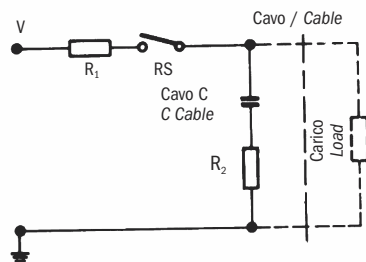

Fig. 4
2) Carichi capacitivi e lampade Al contrario di quanto avviene con i carichi induttivi, con i carichi capacitivi e con lampade si hanno elevate scariche di corrente che possono provocare guasti immediati, e persino la saldatura dei contatti. Quando si commutano dei condensatori caricati o dei condensatori di linea, si ha un'immediata scarica la cui intensità dipende dalla portata e dalla lunghezza dei carichi. La corrente di scarica di picco è limitata da un resistore in serie con il condensatore, come è indicato nella fig. 4 (vedi pagina seguente). La dimensione del resistore sarà determinata in base alle possibilità esistenti nell'ambito di un particolare circuito. In ogni caso, dovrebbe essere il più grande possibile per limitare lo scarico di corrente entro limiti accettabili. Quanto detto vale anche per il carico con condensatori. Per quanto riguarda i circuiti con condensatori ad elevata scarica di corrente, andrebbero usati i circuiti come da fig. 5 (vedi pagina seguente), con R1 o R2.